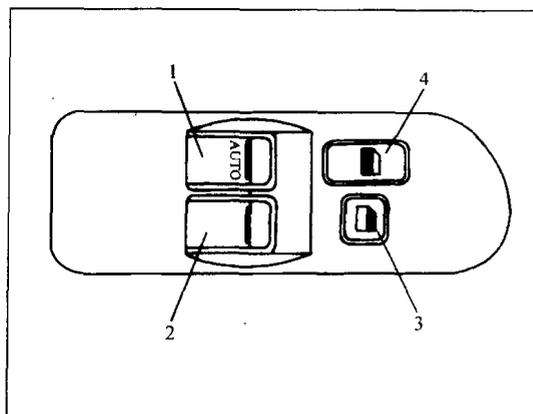

图 1-8 中央门锁控制开关（一）
(8) 中央控制门锁（SY6480A、A1、A2 除外）如图 1-8 所示。